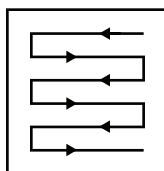

Fig. 17
5. Corte em linhas com ligeira sobreposição. O padrão mais eficaz para cortar relva é em linhas retas ao longo de um dos lados. Isso mantém as linhas uniformes e garante que o corte é realizado em todo o relvado, sem falhar pedaços (Fig. 17).
8. Esvazie o recipiente de recolha de relva (8) regularmente.